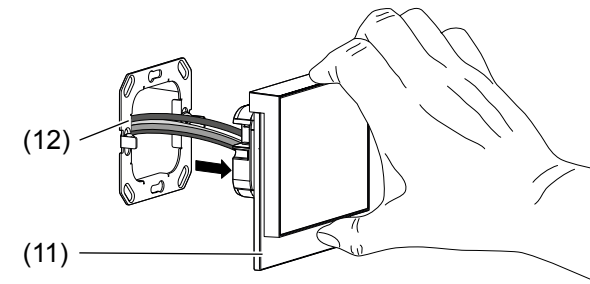

Bild 12: Demontage
- Gerät aus der Gerätedose (Bild 12) ziehen.
- i** Die Haltekraft der Klemmfedern (16) ist dabei zu überwinden.
- Fixierungen für Designrahmen (15) leicht nach innen drücken und Designrahmen abziehen.